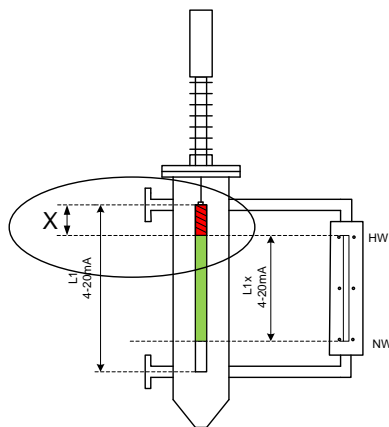

Bild 3, Figure 3, figure 3
Eine Anpassung des Messbereiches **L1** z.B. an ein Schauglass **L1x** wie in Bild 3 gezeigt ist prinzipiell machbar, sollte aber nach Möglichkeit vermieden werden.
1. Den Flüssigkeitsstand auf 0% Niveau bringen z.B. NW Marke Schauglass in Bild 3
3. Den Flüssigkeitsstand auf 100% Niveau bringen z.B. HW Marke Schauglass in Bild 3
Adaptation of the effective range **L1**, e.g., in a sight glass **L1x** as shown in fig.3 is feasible, but should be avoided if possible.
1. Set the liquid level to 0%, e.g., NW mark sight glass (see fig. 3)
3. Set the liquid level up to 100%, e.g., to the HW mark sight glass (see fig. 3)
Un ajustement de la plage de mesure **L1**, par exemple dans un indicateur de niveau **L1x** comme montré dans la figure 3, est en principe possible, mais doit être évité autant que possible.
1. Ajuster le niveau de liquide à 0%, par exemple au niveau de la marque NW de l'indicateur de niveau de la figure 3
3. Ajuster le niveau de liquide à 100%, par exemple au niveau de la marque HW de l'indicateur de niveau de la figure 3